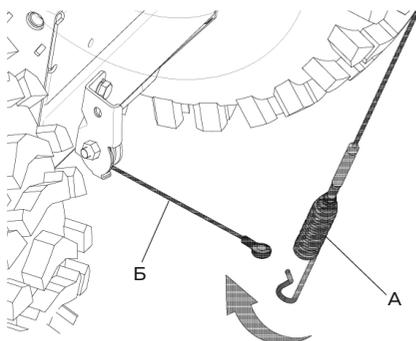
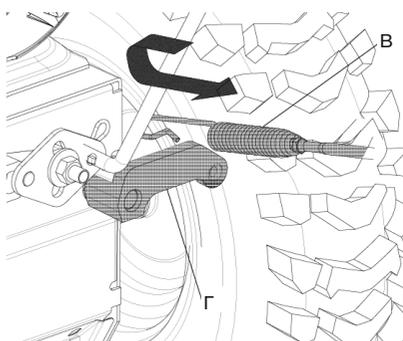

Рис. 6
Рис. 7
- Подсоедините левый (с позиции оператора) трос (рис. 6, поз. А) от панели управления к тросу (рис. 6, поз. Б) выходящему из коробки передач, подсоедините правый трос (рис. 7, поз. В) к кронштейну (рис. 7, поз. Г).